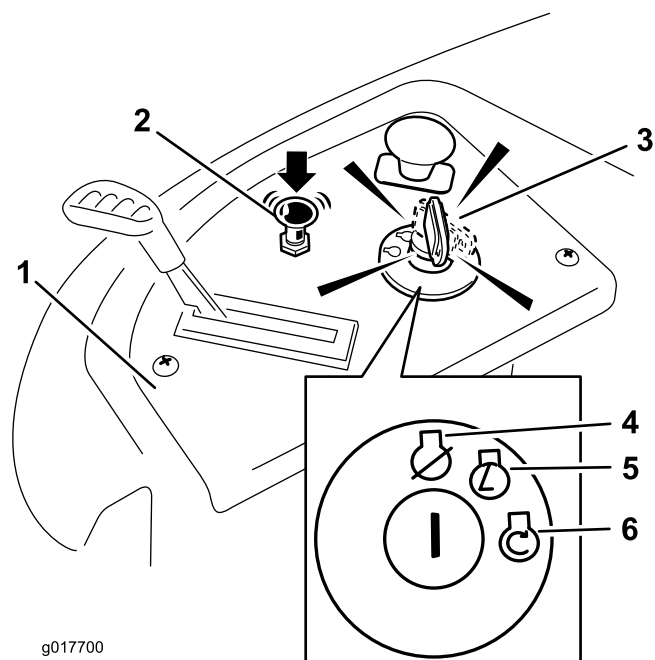

Figure 14
5. Tournez la clé de contact en position de démarrage pour activer le démarreur. Relâchez la clé quand le moteur démarre (Figure 14).
6. Lorsque le moteur démarre, appuyez sur la commande de starter (Figure 14). Si le moteur cale ou hésite, tirez la commande de starter et faites tourner le moteur quelques secondes. Appuyez ensuite sur la commande de starter. Répétez l'opération si nécessaire.
3. Tournez la clé de contact à la position contact coupé (Figure 14) et enlevez-la.